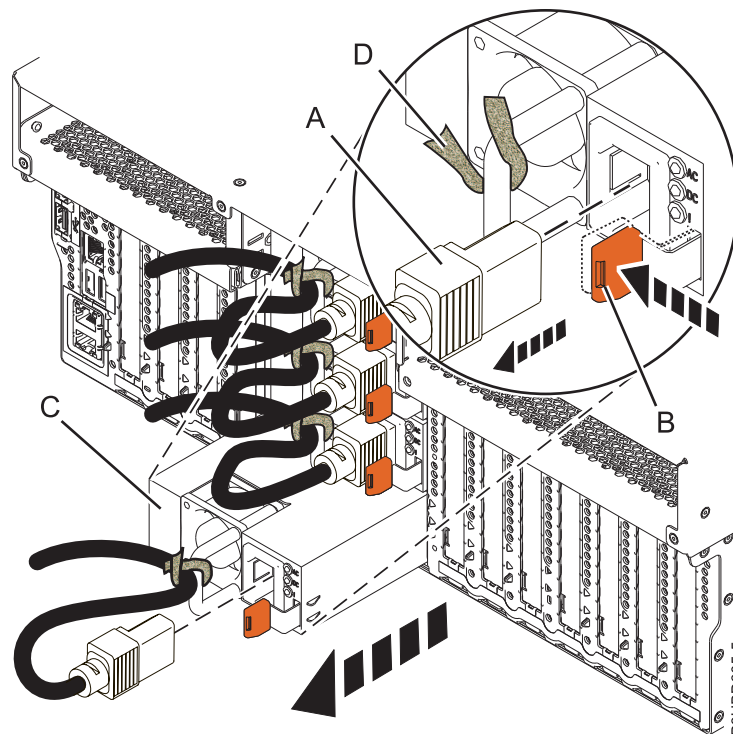
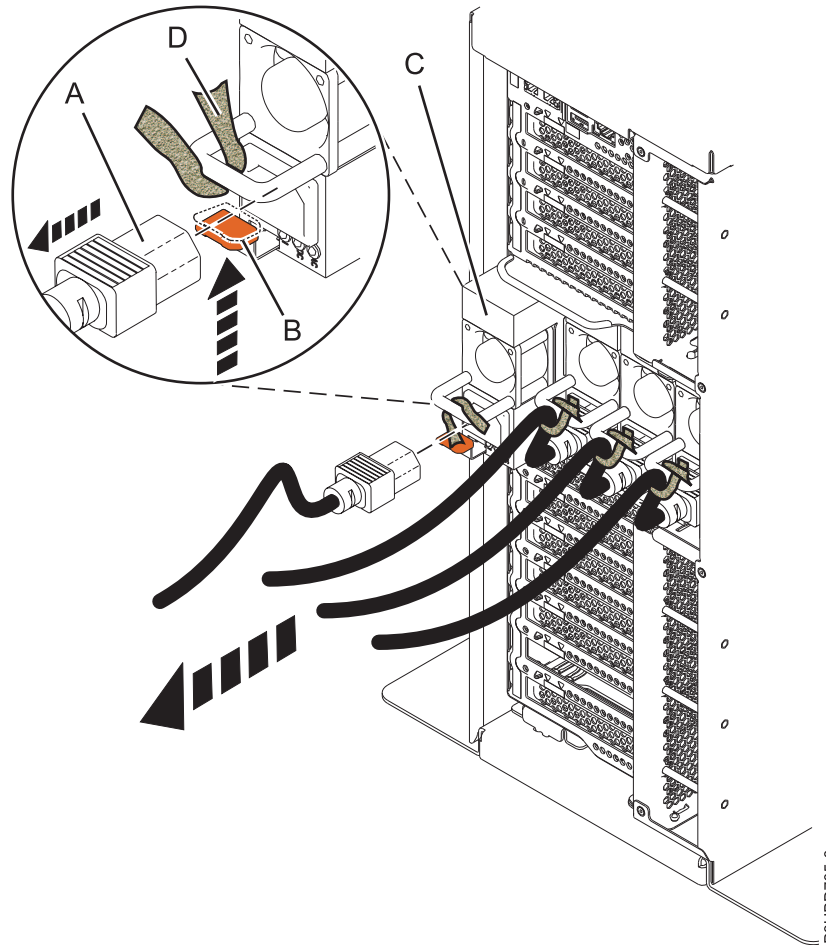

Figura 7. Extracción de una fuente de alimentación de un sistema montado en bastidor
Figura 8. Extracción de una fuente de alimentación de un sistema autónomo
- Etiquete y desconecte el cable de alimentación de la fuente de alimentación tirando del extremo del cable de alimentación **(A)** sacándolo de la fuente de alimentación en la dirección que se muestra en Figura 7 en la página 9 de un sistema montado en bastidor y Figura 8 en la página 10 de un sistema autónomo.
4. Para desencajar la fuente de alimentación de su posición en el sistema, presione la pestaña de bloqueo de color terracota (**B**) en la dirección que se muestra en Figura 7 de un sistema montado en bastidor y Figura 8 en la página 10 de un sistema autónomo.
6. Tire de la fuente de alimentación (**C**) para extraerla del sistema, como se muestra en Figura 7 de un sistema montado en bastidor y Figura 8 en la página 10 de un sistema autónomo.